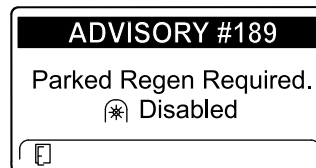

Figura 51
- Se non eseguite una rigenerazione parcheggiata entro 2 ore, l'InfoCenter visualizza il messaggio di richiesta della rigenerazione parcheggiata e di disabilitazione della presa di forza ADVISORY #189 (Figura 51).